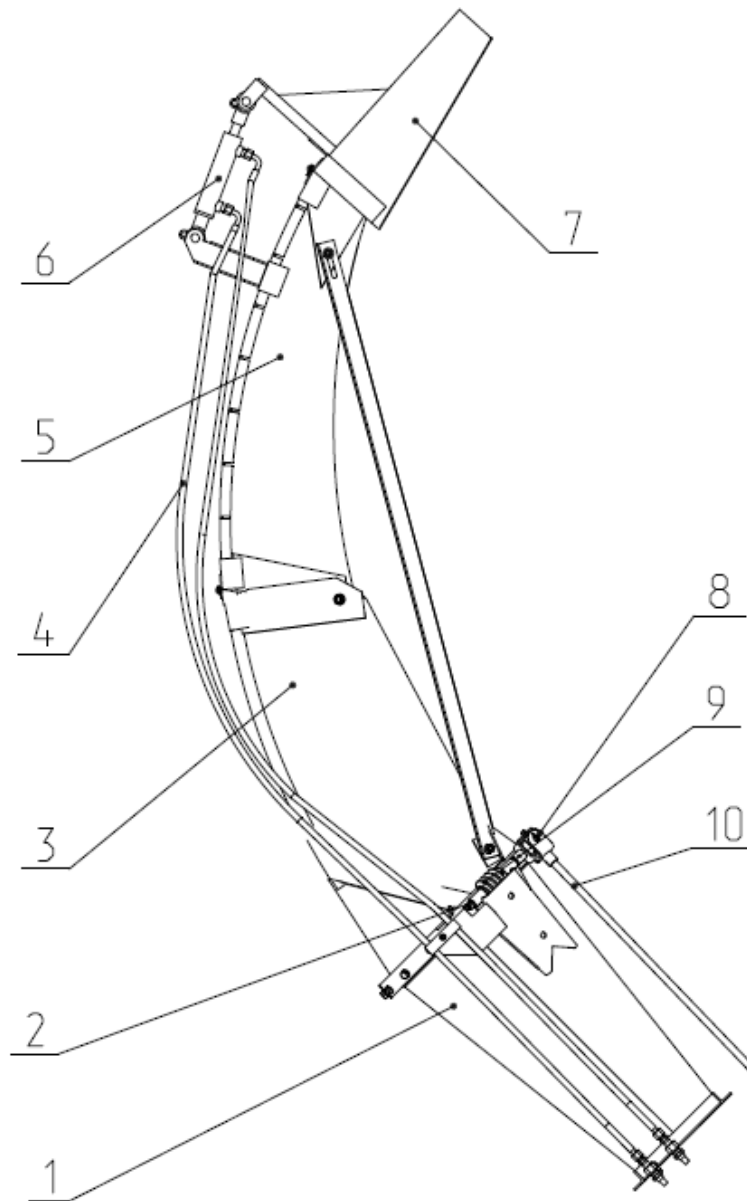

Рис.8 Поворотная часть продуктопровода.
2.8 В верхней части косилки установлена поворотная часть продуктопровода (рис.8), которая предназначена для распределения измельченной массы по ширине тележки, прицепленной к косилке, а так же для направления измельченной массы в кузов или бункер рядом идущего транспортного средства при расположении поворотной части в крайнем левом положении (по ходу движения косилки).